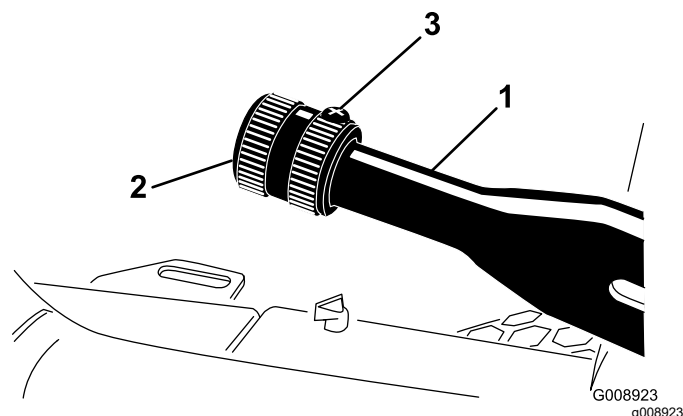

Рисунок 79
2. Ослабьте установочный винт, который крепит ручку к рычагу стояночного тормоза (Рисунок 79).